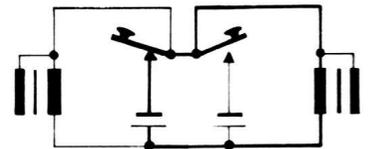
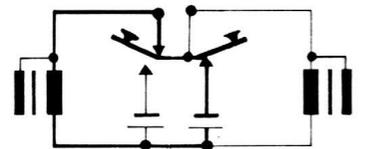

Abb. 97
Abb. 98
*Wenn auf der Station I die Taste gedrückt wird, fließt von der Batterie über die Taste ein Strom durch die Fernleitung a zur Station II. Der Strom gelangt über den Ruhekontakt der Taste zur Spule. Der Klapptelegraf spricht an. Die Fernleitung b schließt den Stromkreis (Abb. 97). Hat Station I die Nachricht durchgegeben, kann Station II antworten. Wird die Taste II betätigt, fließt ein Strom von der Batterie über die Taste und die Fernleitung a zur Station I. Über den Ruhekontakt der Taste I gelangt der Strom zur Spule und betätigt den anderen Klapptelegraphen. Die Fernleitung schließt wieder den Stromkreis zur Batterie II (Abb. 98).*
Abb. 98 b